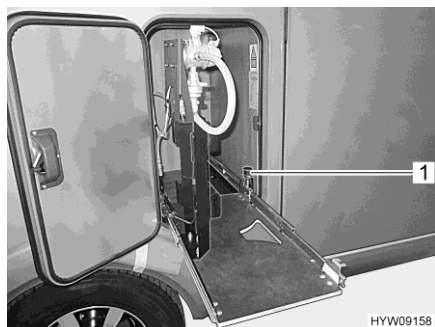

Fig. 93 Base estraibile del vano portabombole in posizione di sostituzione
- Tirare verso l'alto il pomello (Fig. 93,1). La base estraibile del vano portabombole è sbloccata.